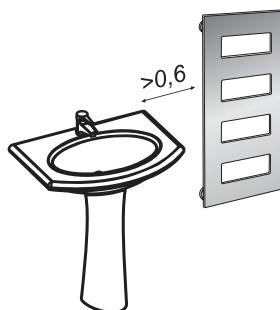

Рис.4
5.5. Запрещается устанавливать полотенцесушитель на расстоянии менее **0,6 м** от источника воды (рис. 4).